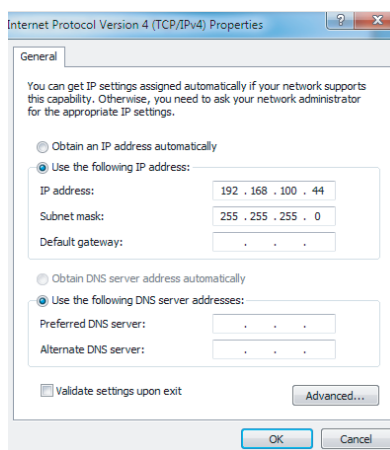

Figura 8.
- i. Abra a página Internet Protocol TCP/IP Properties (**Figura 8**). Se a opção “Use the following IP address” for selecionada e um endereço IP listado for exibido, isso indicará que o endereço IP local é um endereço IP estático. Caso contrário, seria um endereço IP dinâmico, que exigirá a configuração de um endereço IP estático.
Digite **"ipconfig"** e toque em **"ENTER"**, o endereço IP dinâmico será exibido. Utilize esse endereço IP como o endereço IP na página Internet Protocol TCP/IP Properties (Figura 8) para concluir a configuração do endereço IP estático. Consulte o administrador de rede local para obter mais detalhes.